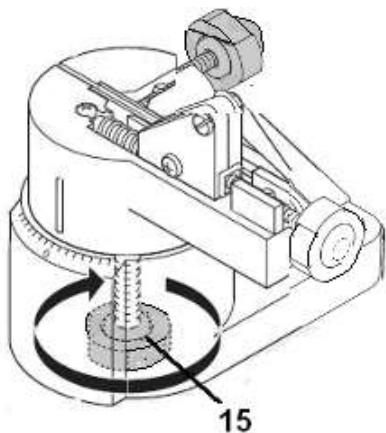

Рис. 9
- 4) По достижении правильного угла затяните стопорную гайку (17) (рис. 9) для фиксации рабочей поверхности в текущем положении.